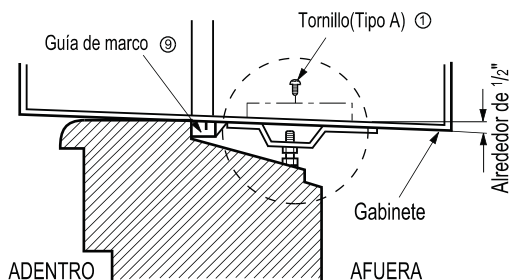

Fig. 4
4. Corte el sellado de chasis de la ventana a la longitud apropiada. Pele el refuerzo y aplique la Cinta de Espuma a la parte inferior del chasis de la ventana. FIG.4
4. Seleccione la posición en la que colocará el soporte del dintel ⑥ cerca del punto más externo del dintel. Fig. 4
5. Agregue el soporte del dintel al hueco de la guía del gabinete según la posición seleccionada usando 2 tornillos tipo A ① en cada soporte Fig. 4